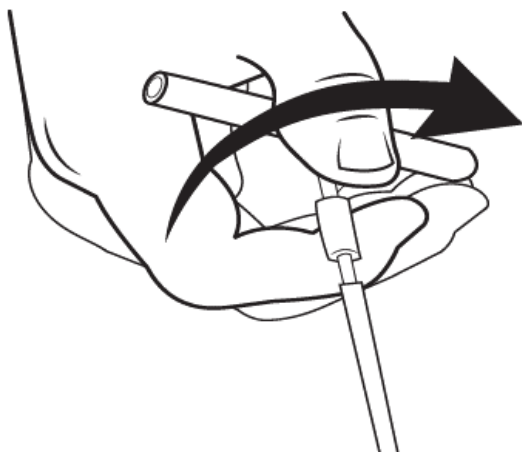

Рисунок 23. Снятие рукоятки инструмента для туннелирования
6. После того, как кончик инструмента для туннелирования появится полностью, отвинтите и уберите рукоятку инструмента для туннелирования (рисунок 23).